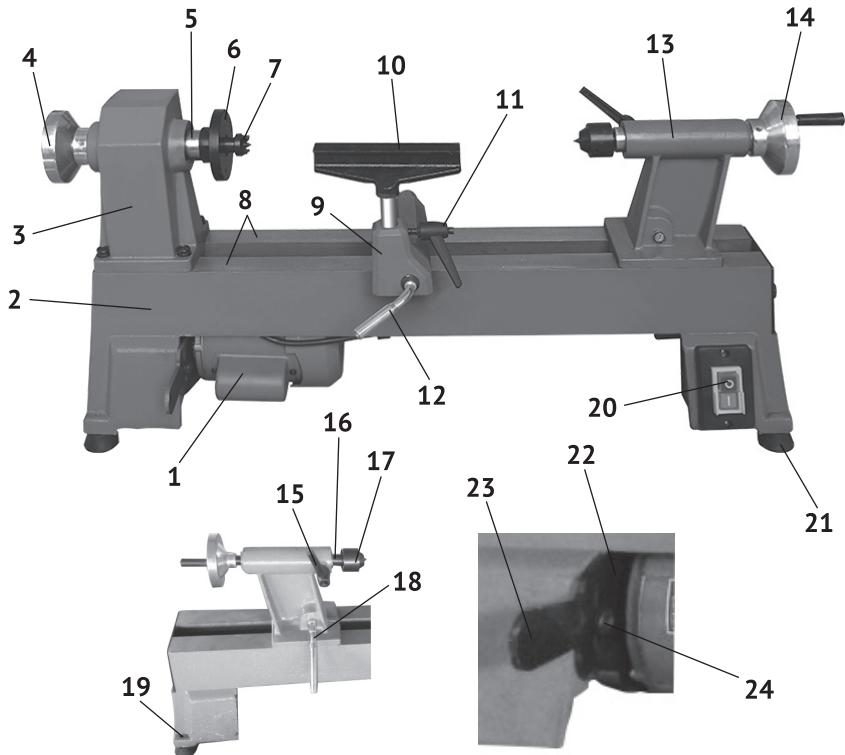

рис.1
1.6 Общий вид станка представлен на рис.1
1.7 На цельнометаллической станине (рис.1 поз.2) крепятся основные узлы станка: двигатель (рис.1 поз.1), корпус передней бабки (рис.1 поз.3), задняя бабка (рис.1 поз.13) и штатив с подручником. Крутящий момент с якоря электродвигателя клиновым ремнём передаётся на шпиндель. Корпус задней бабки и подручник имеют возможность перемещения по направляющим (рис.1 поз.8) вдоль станины (в зависимости от длины заготовки). Кроме того, механизм задней бабки позволяет перемещать её центр (рис.1 поз.17) ходовым винтом пиноли (рис.1 поз.16) для надёжной фиксации заготовки.
Штатив подручника имеет возможность горизонтального перемещения по станине и фиксируется в нужном положении рычагом (рис.1 поз.12). Подручник (рис.1 поз.10) имеет возможность вертикального перемещения и поворота в горизонтальной плоскости в штативе (рис.1 поз.9) и фиксируется на нужной высоте (и при нужном угле поворота) рукояткой (рис.1 поз.11).
1.8 Выключатель – магнитный пускатель (рис.1 поз.20) расположен на ножке станины. Он имеет две кнопки: зелёная с символом «1» - включение двигателя и красная с символом «0» - выключение двигателя (стандарт МЭК 60417).
3.1.2 Станок необходимо надёжно зафиксировать на верстаке, используя 4-и крепёжных отверстия (рис.1 поз.19) в станине.
3.1.3 Убедитесь, что центр задней бабки собран правильно – имеет возможность крепления заготовки продольным перемещением пиноли (ходового винта). Вращение рукояткой маховика (рис.1 поз.14) перемещает пиноль вместе с центром (рис.1 поз.17) и закрепляет заготовку в рабочем положении.
Рабочее положение пиноли фиксируется рукояткой (рис.1 поз.15).
- ослабить болт фиксации (рис.1 поз.24) платформы двигателя (рис.1 поз.22)
- поднять за рычаг (рис.1 поз.23) платформу с двигателем и ведущим шкивом, для ослабления натяжения ремня и зафиксировать в этом положении, затянув болт (рис.1 поз.23);
- зафиксировать установленное положение болтом (рис.1 поз.23), установить на место крышки (передней бабки и торцевую).